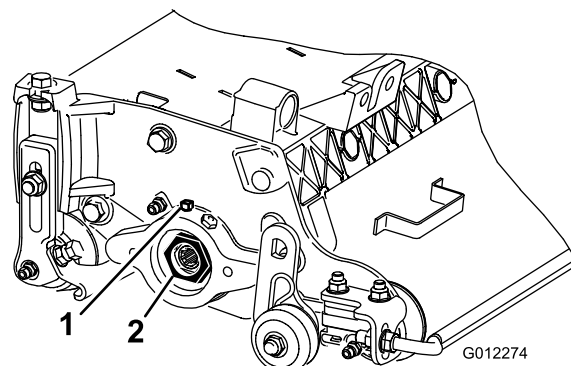

図 10
A. Cuttingユニットの左側にあるベアリングハウジングにベアリング調整ナットを固定している固定ネジをゆるめる 図 10。